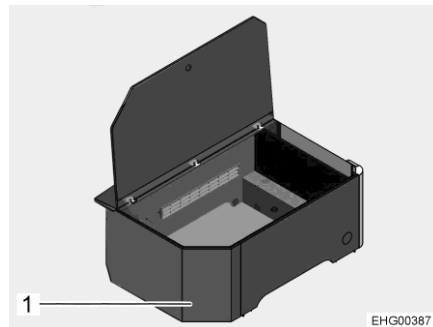
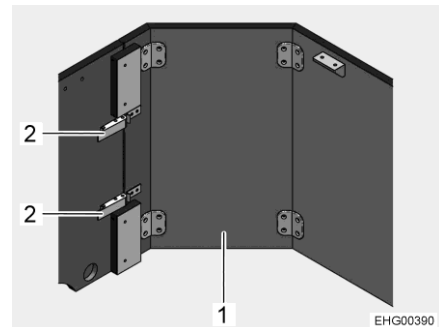

Bild 17 Längssitzbank, geöffnet
Bild 18 Holzelement, abnehmbar
- Beide Spannverschlüsse (Bild 18,2) am abnehmbaren Holzelement (Bild 17,1 und Bild 18,1) lösen.